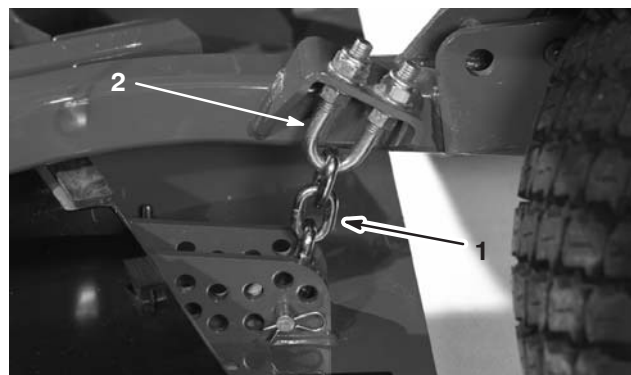

Figure 12
5. Enlevez la goupille fendue et l'axe de chape qui fixent les chaînes de hauteur de coupe à l'arrière du plateau (Fig. 12).